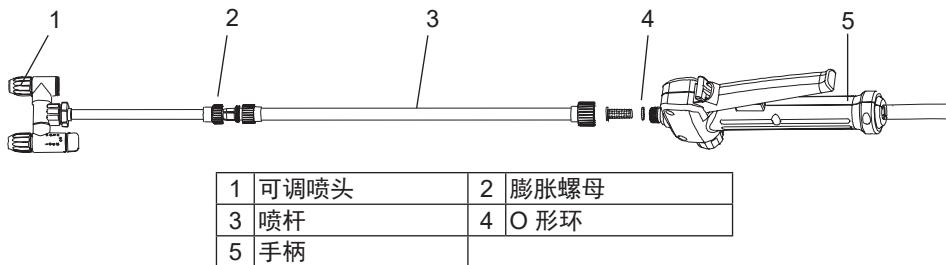

图 1
2. 确保 O 形环组装到位，然后将喷杆拧到手柄上并牢固上紧。参考图 1。